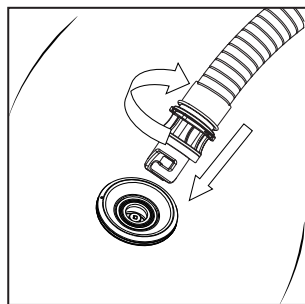

Figure 2
- Installez l'autre extrémité du tuyau sur l'adaptateur approprié de la valve (figure 2) et tournez-la dans le sens des aiguilles d'une montre pour la serrer. Installez ensuite la valve de gonflage et vissez-la dans le sens des aiguilles d'une montre (étape de la figure 2).
- Tournez le bouton de réglage (2) pour régler la valeur de pression souhaitée.
- Après avoir effectué les étapes ci-dessus, appuyez sur l'interrupteur marche/arrêt (3) pour démarrer le gonflage.